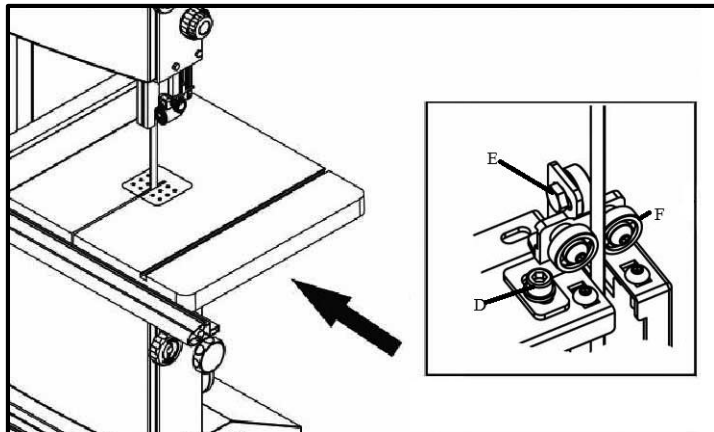

Рисунок 17.
- Ослабьте винт D (рис. 17) и сместите всю нижнюю направляющую пильного полотна, переместите подшипник направляющей на 1-2 мм от нижней части лезвия. Затяните винт D.